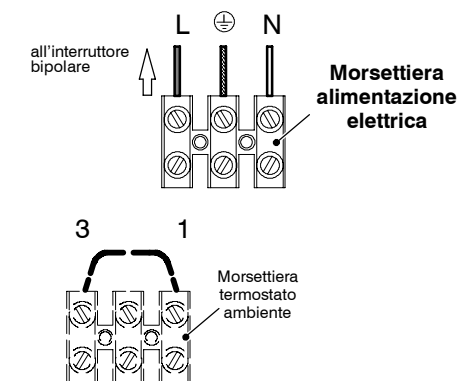

fig. 5.12
- 1 Collegare il cavo di alimentazione elettrica proveniente dall'interruttore onnipolare alla morsetteria di alimentazione elettrica della caldaia fig. 5.12 rispettando la corrispondenza della linea (filo marrone) e del neutro (filo azzurro).